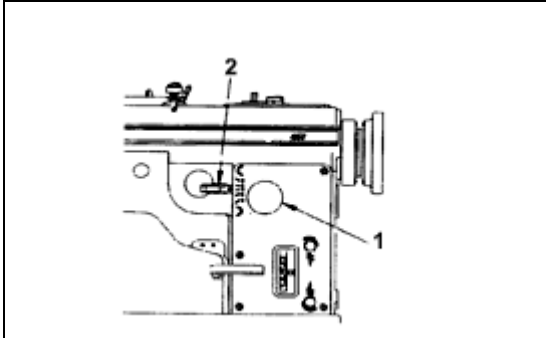

Fig. 26
Para regular a largura do ponto zig zag, folgue o parafuso polegar (1), Fig. 26, e ajuste a alavanca (2) para o ajuste desejado.